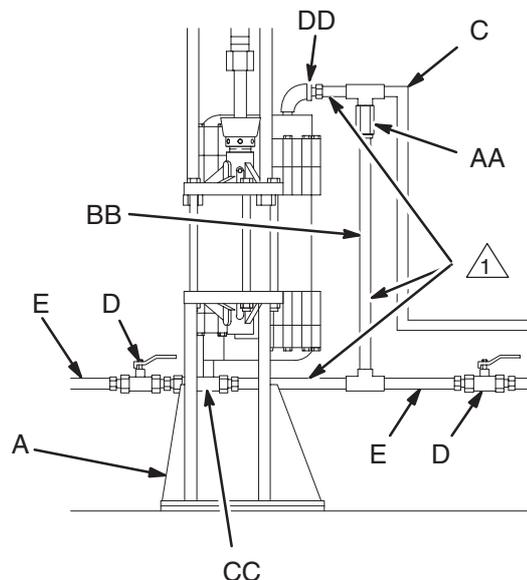

Fig. 4
En sistemas sin circulación, provistos de una salida de fluido que puede cerrarse (que hace que la bomba se detenga), instale una válvula de alivio de presión del fluido (AA) y una línea de retorno (BB). Vea la Fig. 4.